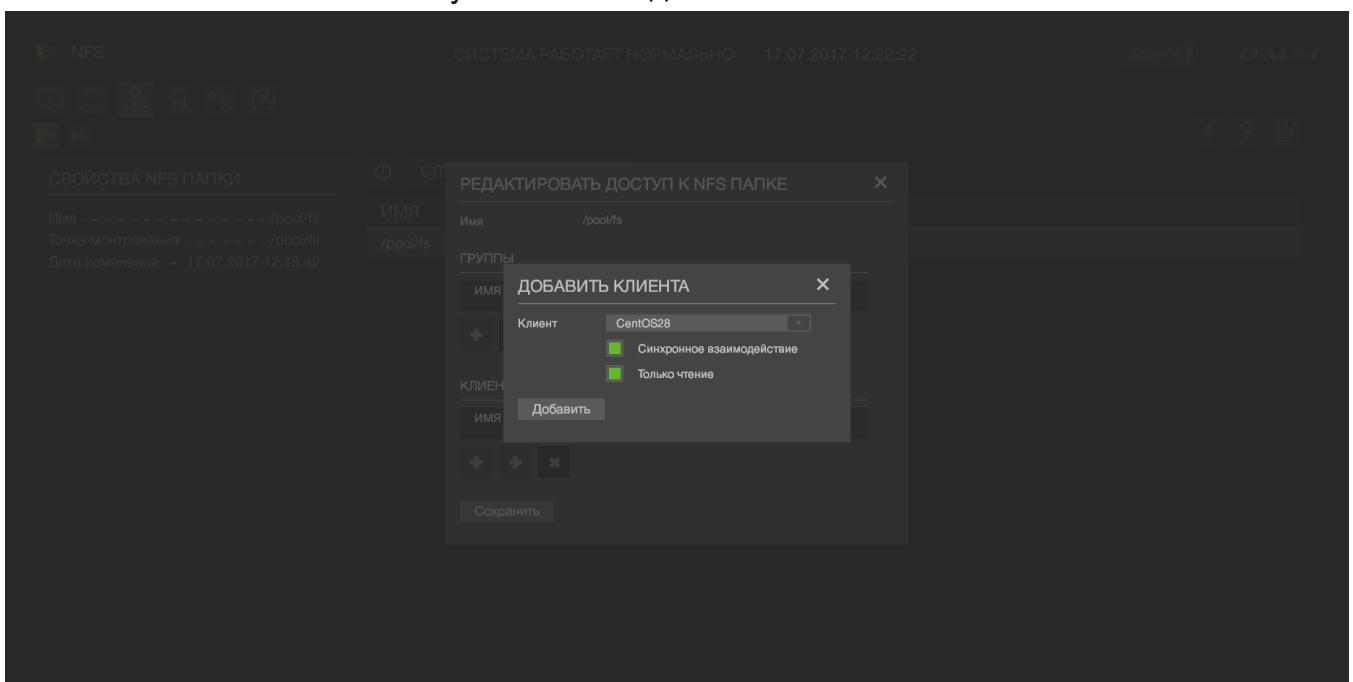

Рисунок 49 – Добавление NFS клиента
- 17) Выбрать созданного клиента и необходимые пункты(см. Рисунок 49)